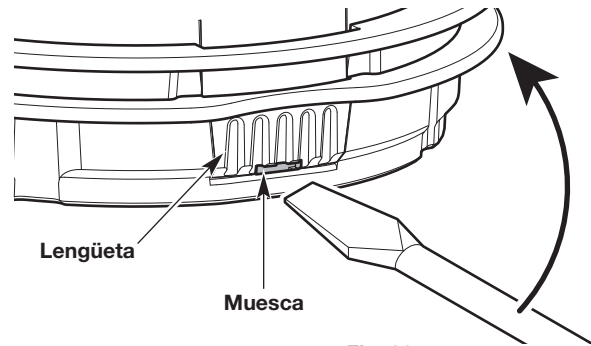

Fig. 26
- a. Inserte un destornillador de cabeza plana en la ranura de la lengüeta (Fig. 26).
- b. Inclínele levemente el destornillador hacia arriba y sosténgalo en el lugar (Fig. 26).